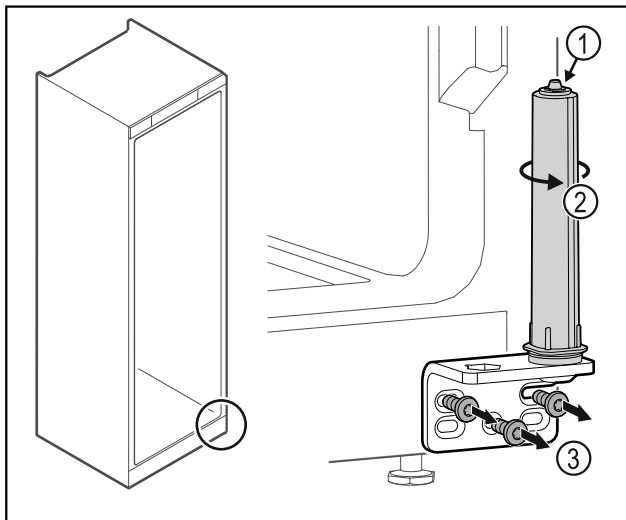

Fig. 26
- Türschließsystem nicht zerlegen Fig. 26 (1).
- Schließsystem Fig. 26 (2) drehen, bis es klickt.
- Scharnierwinkel Fig. 26 (3) abschrauben.